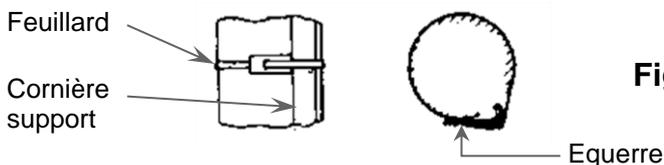

Fig. 6
3. Sur poteau rond $\varnothing \leq 300$ (Fig. 6)
- Interposer les deux équerres à l'endroit des deux cerclages inférieurs (Fig. 6).